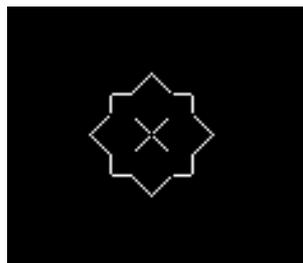

图 17-18 针对框外的选取模式
(6) I 在选择模式、复制模式、旋转模式、镜像模式和删除模式下，进行针对框内或框外选取的切换。注意，需先按<W>键，再按键，其光标模式如图 17-18 所示。